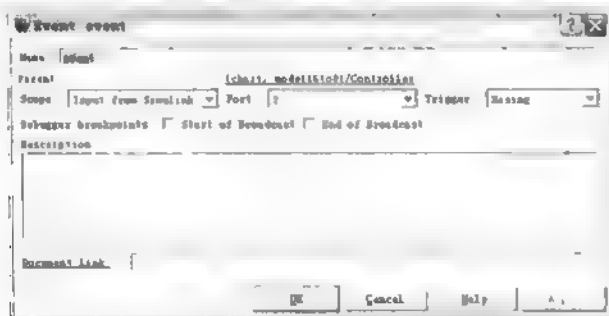

图 16.21 事件属性设置对话框
(1) 在 Stateflow 图标编辑框中, 选择 Add | Event | Input from Simulink 命令, 弹出新事件的属性对话框如图 16.21 所示。